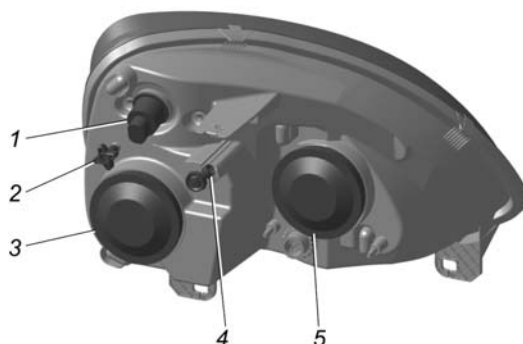

Рис. 8.5. Блок-фара:
**Головные фары.** Для замены ламп ближнего света и габаритного огня в блок-фаре необходимо снять резиновую крышку 3 (рис. 8.5).
- отрегулировать световые пучки ручками 2 (рис. 8.5) и через гнездо 4 поочередно для каждой фары.